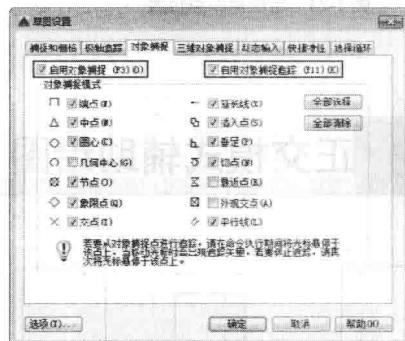

图 1-19 设置捕捉追踪参数
step03 在状态栏的 \square 按钮上单击右键，从弹出的按钮菜单中选择【对象捕捉设置】选项，打开【草图设置】对话框，分别勾选【启用对象捕捉】和【启用对象捕捉追踪】功能选项，并设置捕捉模式，如图1-19所示。